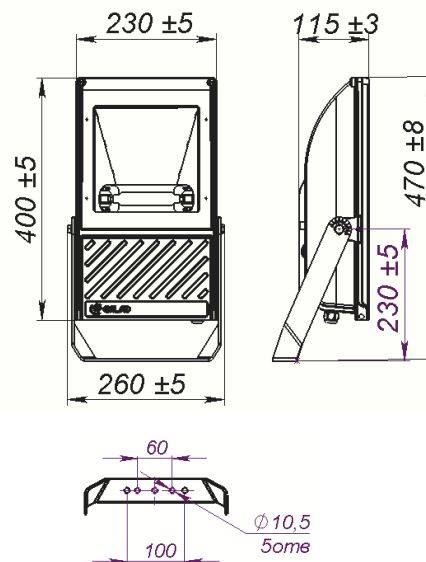

Рисунок 1
2.1 Прожекторы серии ГО04 УХЛ1 «Кососвет» (рисунок 1) с газоразрядными лампами высокого давления предназначены для освещения площадей, фасадов зданий, архитектурных памятников, строительных площадок и других открытых пространств.